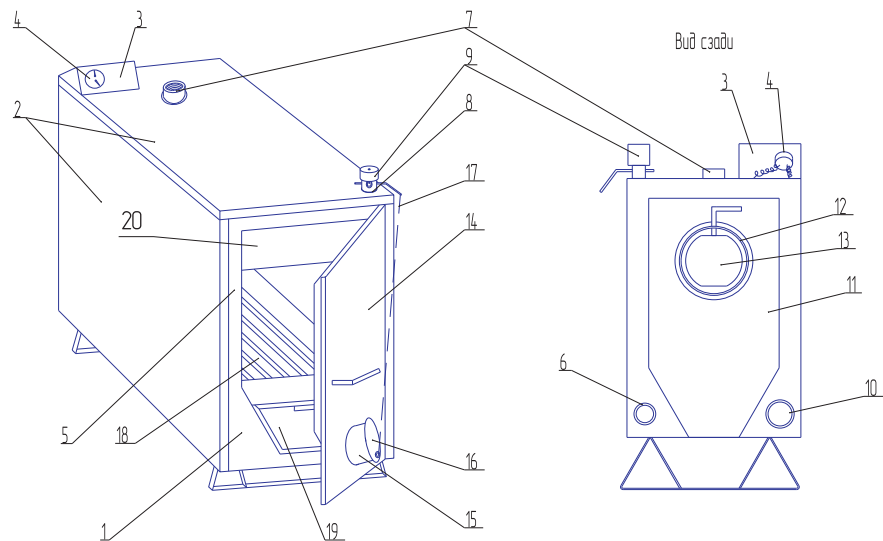

Рисунок 1 Конструкция отопительного аппарата
6.2 Дымоход (12) (Рис.1) футеровать асбестовым картоном
7.2 Положите на очищенные колосники бумагу и достаточное количество мелких дров (щепки, лучины, стружку), сверху положите дрова. Откройте заслонку дымохода (13) (Рис.1), зажгите бумагу, закройте дверку, полностью откройте крышку поддувального окна, зафиксировав ее цепочкой с крючком за верхний край дверки (для изделий Wargos TT-18K и Wargos TT-25K цепочкой регулятора тяги). Когда огонь полностью разгорится, прикройте заслонку дымохода и крышку поддувального окна в зависимости от требуемой температуры воды в котле.